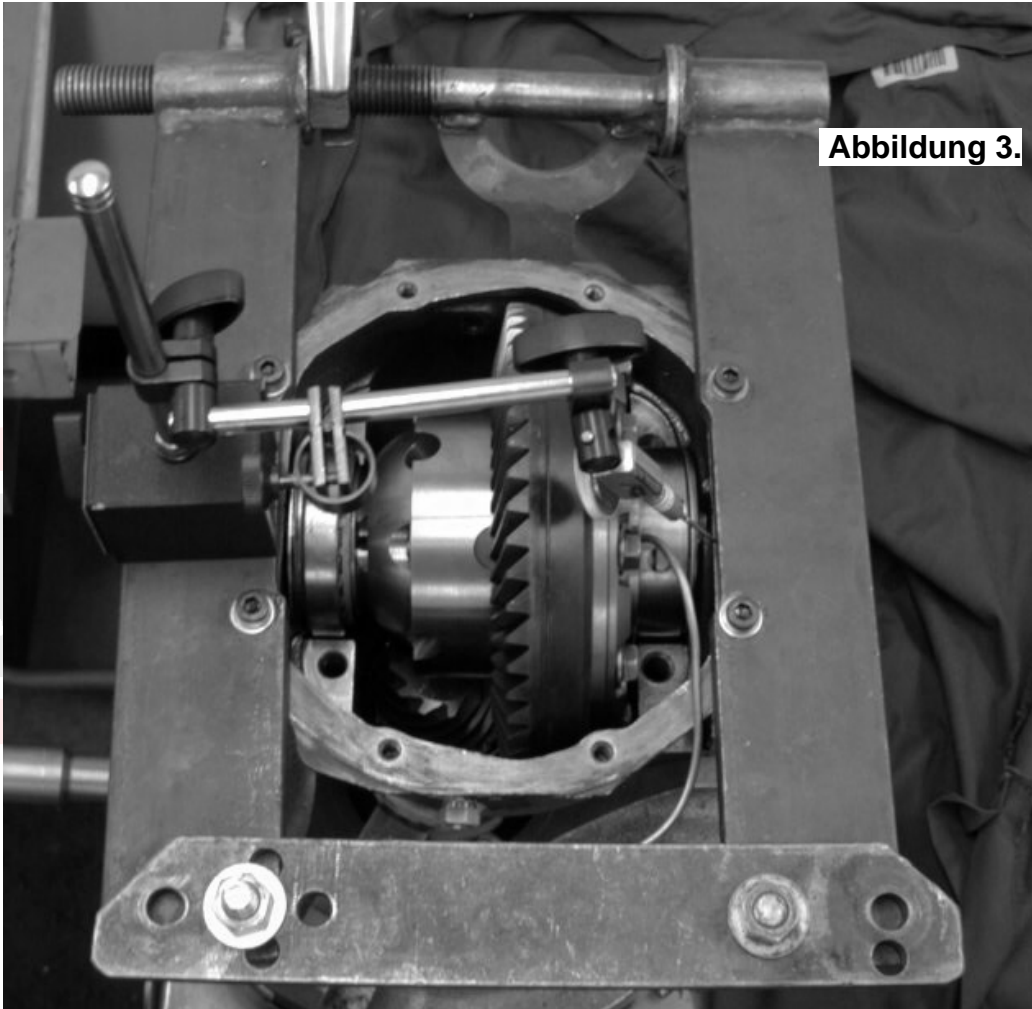

Abbildung 3.
- Verwenden Sie den Differentialspreizer und spreizen Sie das Differentialgehäuse gerade so weit (s. Abb. 3.), dass Sie den Differentialkorb entnehmen können (s. Angaben im Service-Handbuch Ihres Fahrzeugherstellers).